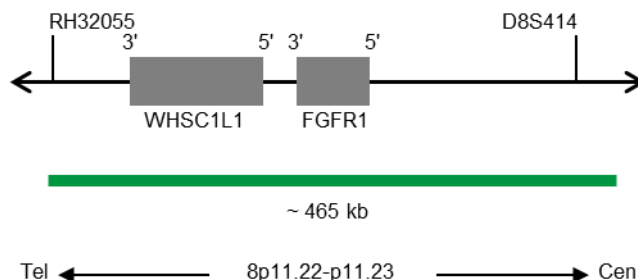

Fig. 1: SPEC FGFR1 Mappa della sonda (non in scala)
- Polinucleotidi (~10 ng/μl) marcati con ZyGreen (eccitazione 503 nm/emissione 528 nm), le cui sequenze target mappano in 8p11.22-p11.23* (chr8:38,063,906-38,527,745) che ospitano la regione del gene FGFR1 (vedere Fig. 1).